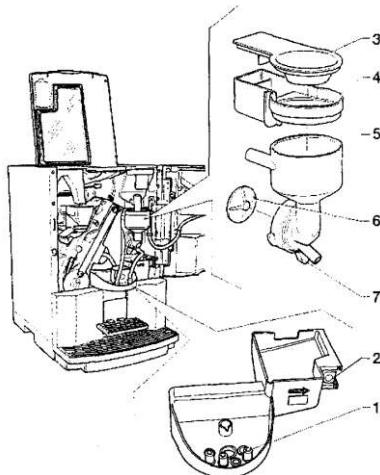

Рис. 25
- снимите крышки, воронки для воды и порошкообразных продуктов, устройства подачи, выдвижные приспособления для подачи порошков и перемешивающие колеса миксеров (см. рис. 25);